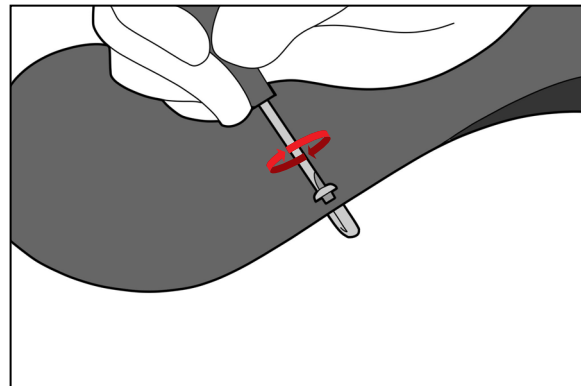

Fig. 1
1. Använd en 1/8 tum spårskruvmejsel för att ta bort den övre skruven. (Fig. 1).